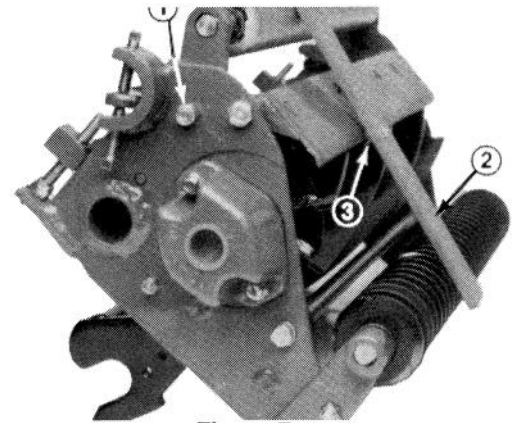

Figure 7
3. Desserrez les écrous de blocage fixant les supports de hauteur de coupe de chaque côté du module de coupe (Fig.7).
5. Placez la barre en travers des rouleaux avant et arrière, et réglez le boulon taraudé jusqu'à ce que le dessous de la tête de la vis accroche le bord tranchant du contre-couteau (Fig.7).